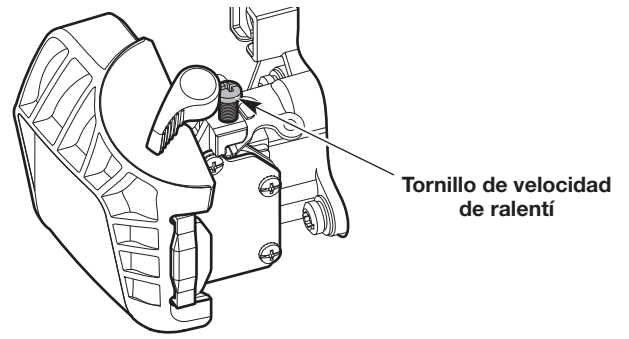

Fig. 10
- Si el motor se para, aumente la velocidad de ralentí. Use un destornillador Phillips pequeño para girar el tornillo de velocidad de ralentí en el sentido de las agujas del reloj, 1/8 de giro cada vez hasta que el motor funciona al ralentí de manera uniforme (Fig. 10).